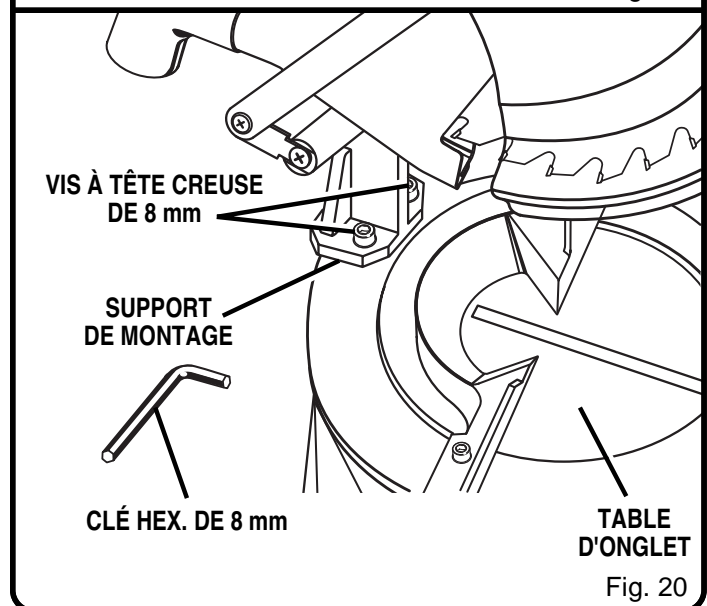

Fig. 20
- À l'aide de la clé hex. de 8 mm fournie, desserrez les vis à tête creuse qui retiennent le support de montage à la table d'onglet. Voir figure 20.